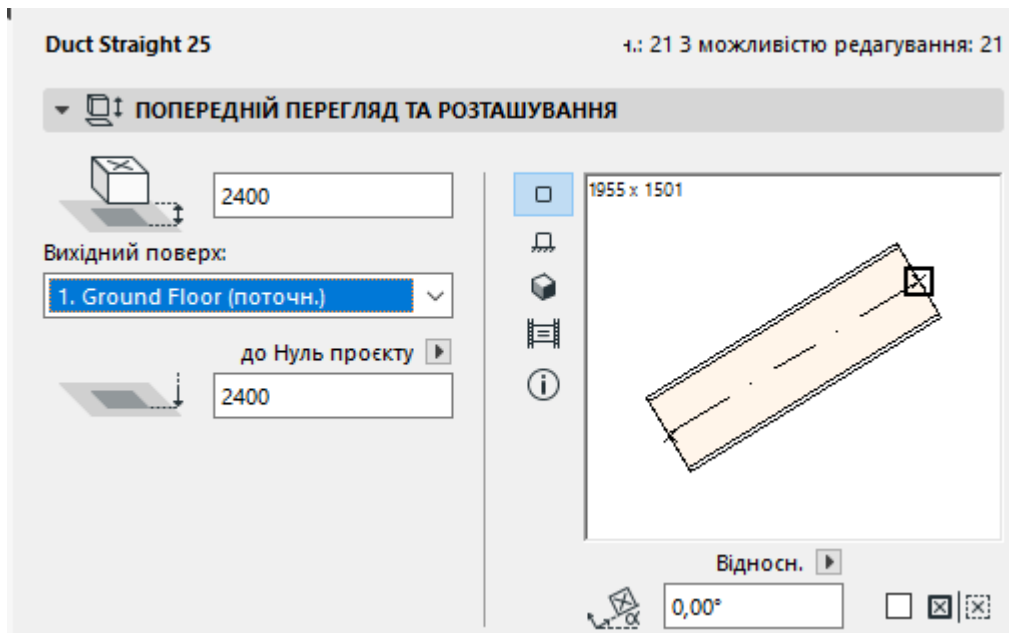

Рисунок 4.3 – Перевірка параметрів обраного інструменту МЕР
3. У діалоговому вікні Параметрів Інструменту переконайтеся, що точки з'єднання елементів правильно відображаються (ці точки позначаються квадратами у вікні перегляду 2D-символу в панелі Перегляд та Розташування) (рис. 4.3).